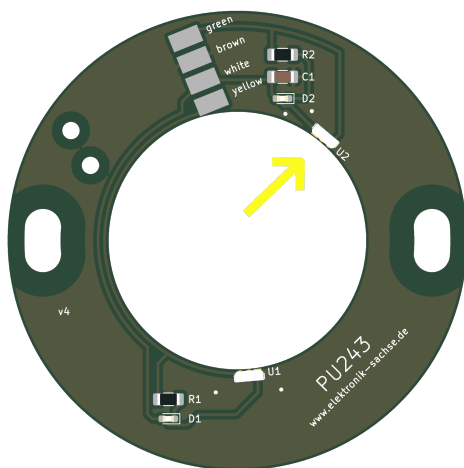

Abbildung 3 Sensor für die Grundeinstellung.
- Der Sensor U2 (siehe Abbildung 3) ist für die Grundeinstellung zu benutzen.